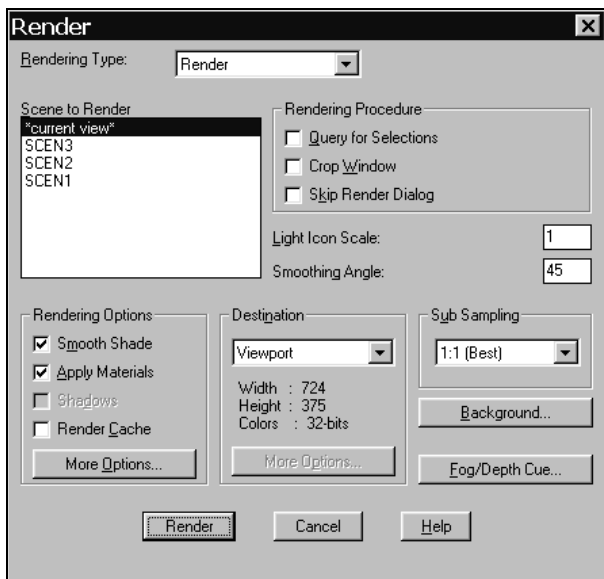

Рис. 10.25. Диалоговое окно **Render**
2. В диалоговом окне **Render** (Тонирование) (рис. 10.25) в поле **Rendering Type** (Тип тонирования) выбрать из выпадающего списка один из трех возможных способов тонирования: